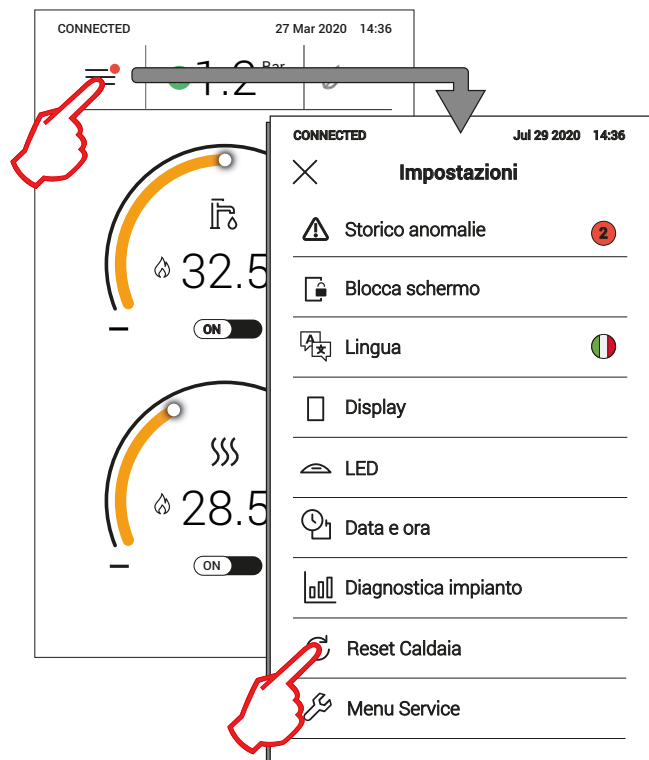

fig. 36
- 2 - Tocando el icono del menú principal y a continuación [Reset Caldaia] cuando se abre una pantalla similar a la ilustrada en fig. 36 (icono del menú principal con punto rojo).